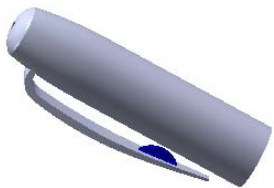
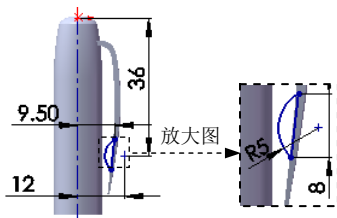

图 3.31.13 拉伸 1
图 3.31.14 横断面草图
Step12. 创建图 3.31.13 所示的零件特征——拉伸 1。选择下拉菜单 **插入(I)** → **凸台/基体(B)** → **拉伸(E)** 命令；选取前视基准面作为草图基准面，绘制图 3.31.14 所示的横断面草图；采用系统默认的深度方向，在 **方向1** 区域的下拉列表中选择 **两侧对称** 选项，输入深度值 1.0；单击 **✓** 按钮，完成拉伸 1 的创建。